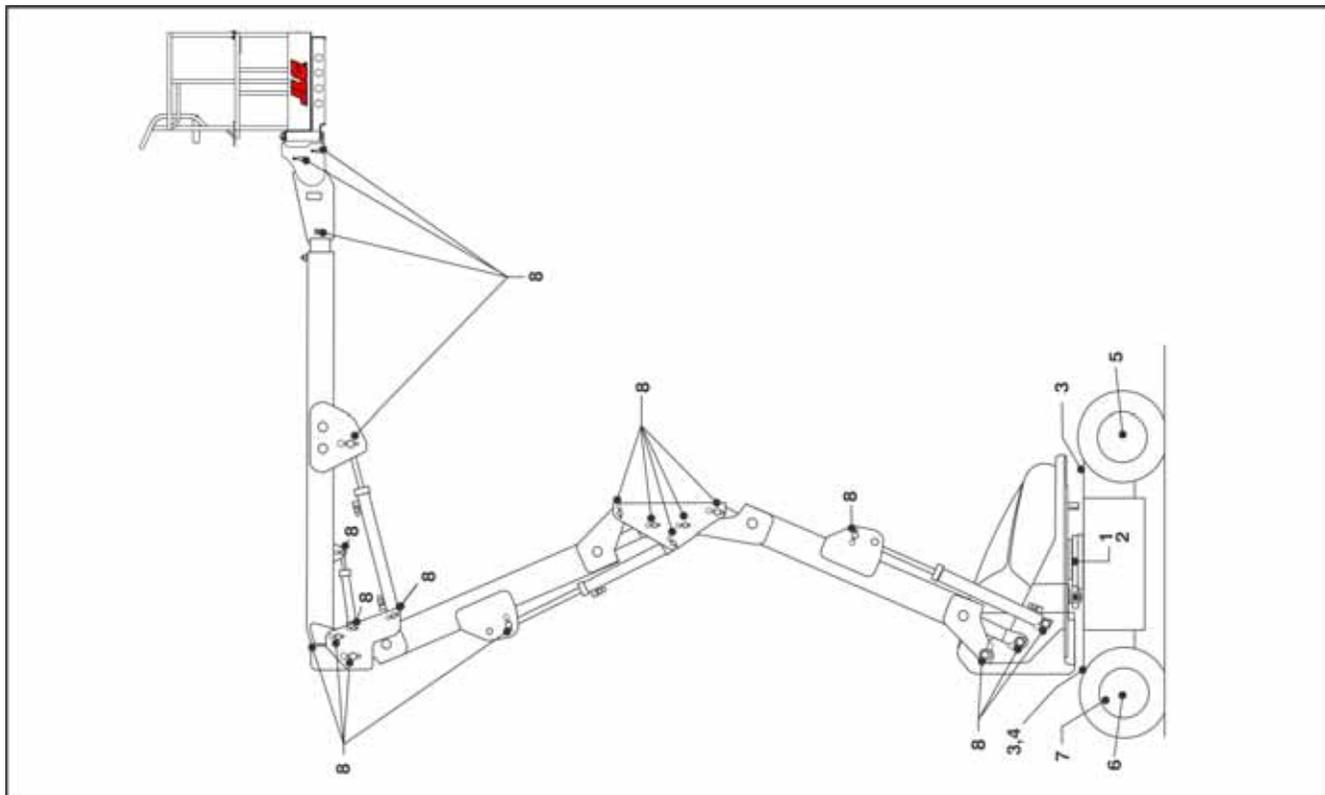
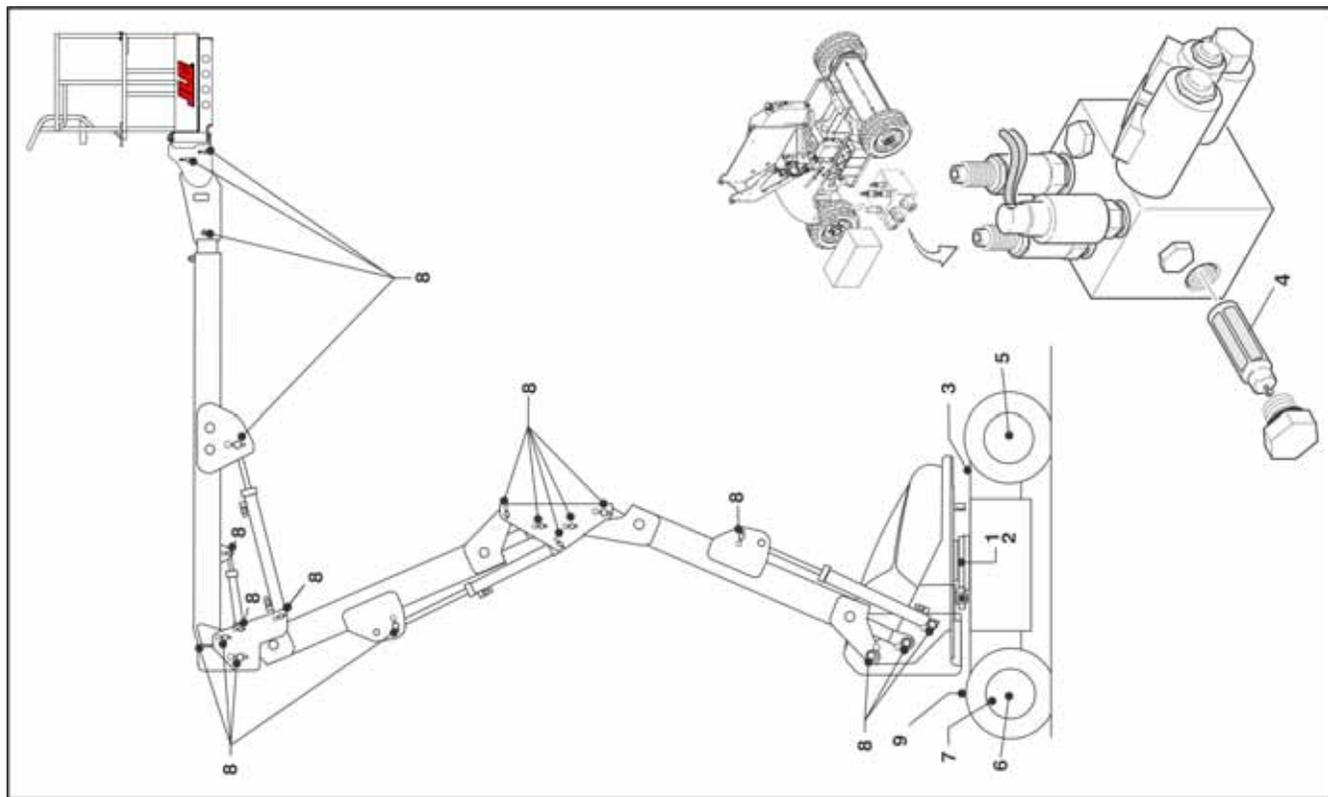

图 6-2. E450 维护和润滑图
图 6-3. M450 维护和润滑图
**注意：** 要了解详细润滑操作程序，请参见图6-2.，E450 维护和润滑图。
**注意：** 下面数字对应图6-2. 和图6-3. 中的数字